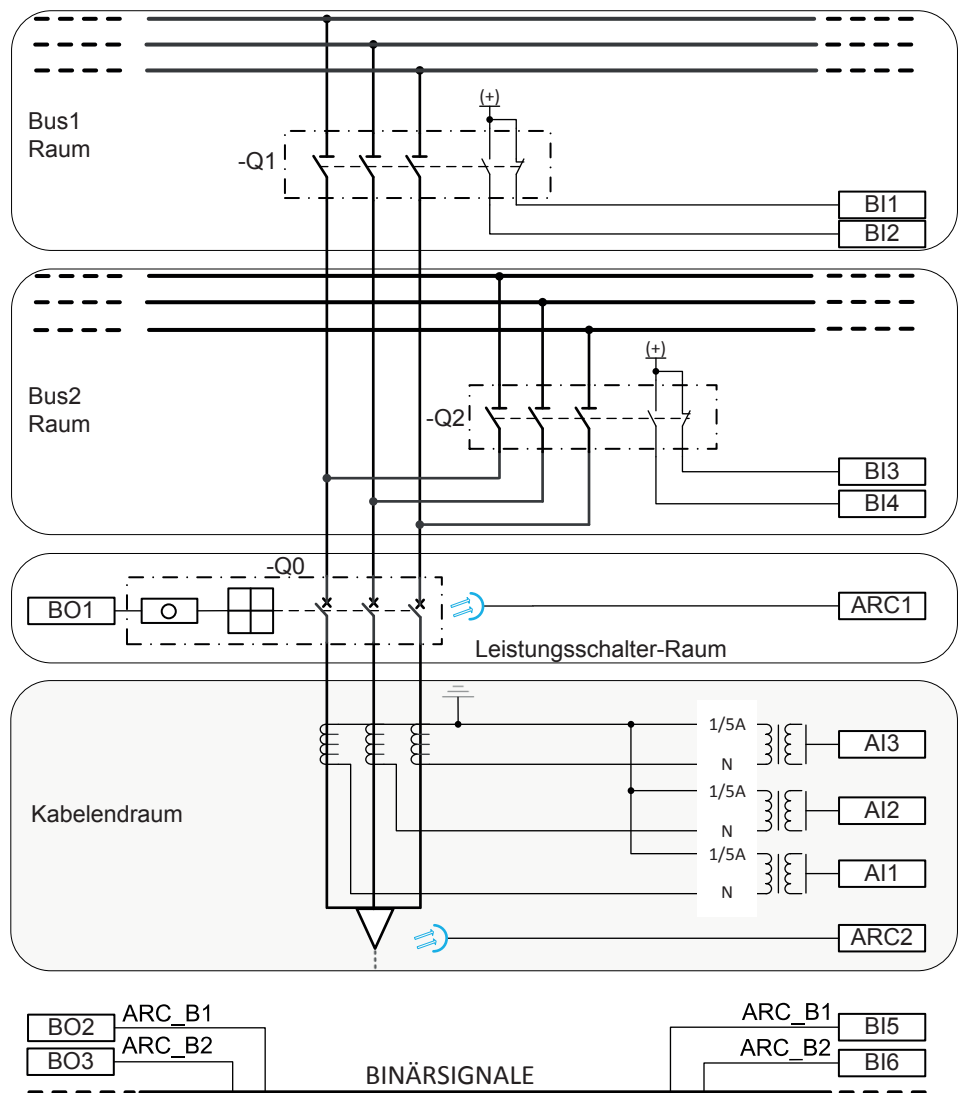

Abb. 72: Anschluss Schaltbild für den Abgang +J2
Abbildung 72 zeigt die Binäreingänge (BI), Binärausgänge (BO), analoge (AI) Eingangssignale und ARC-Eingänge.